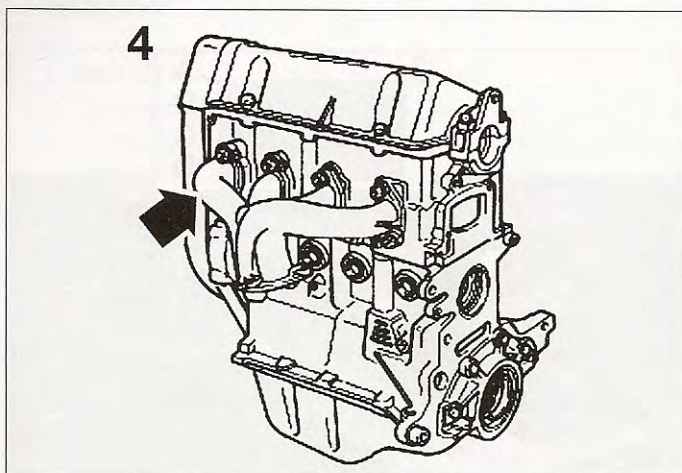
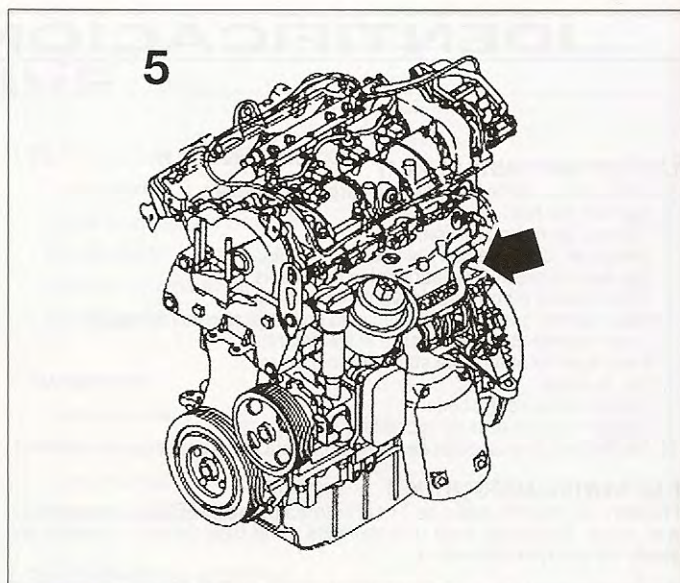

FIG.3
FIG.4
IDENTIFICACIÓN MOTOR 1.4 8V (4) (FIG. 3) Y 1.3 MULTIJET (5) (FIG. 4)